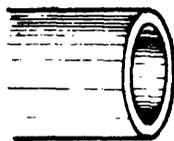

Fig. 2
1) Corte, girando lentamente el cortador alrededor del tubo para obtener un corte uniforme (fig. 2).